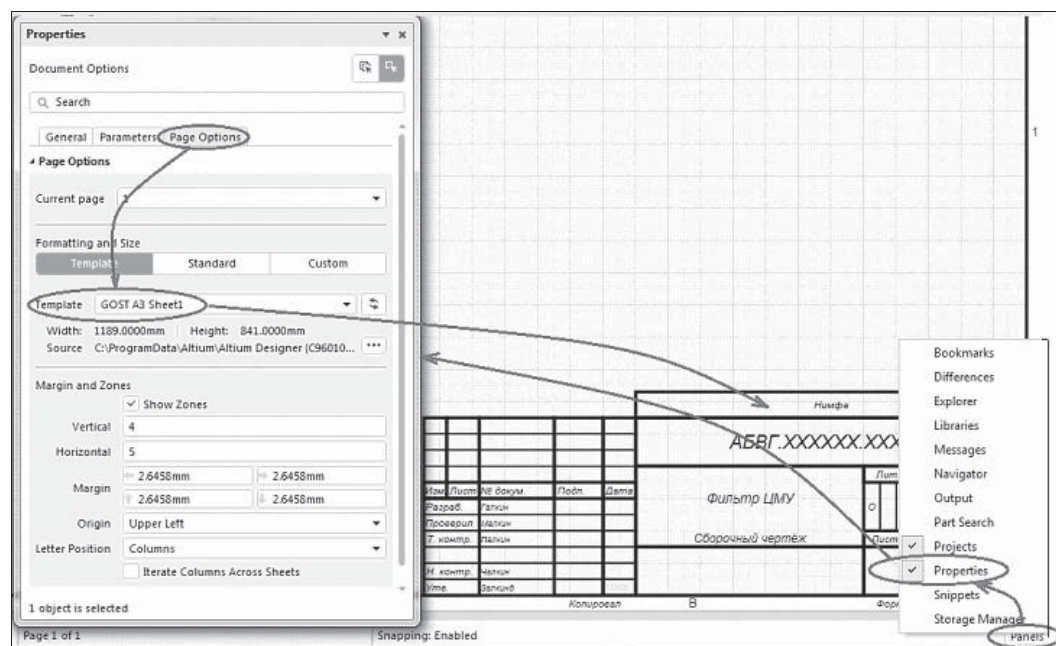

Рис. 12.3. Назначение шаблона-форматки по ЕСКД
3. На вкладке **Page Options** (рис. 12.3) следует: